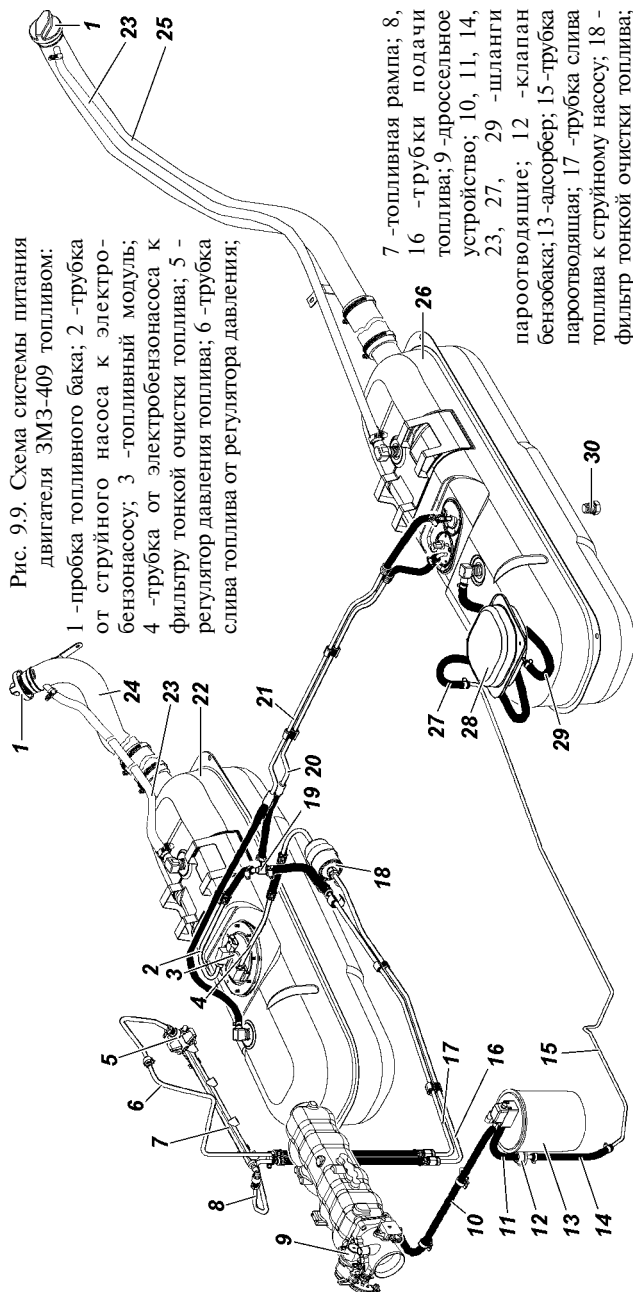
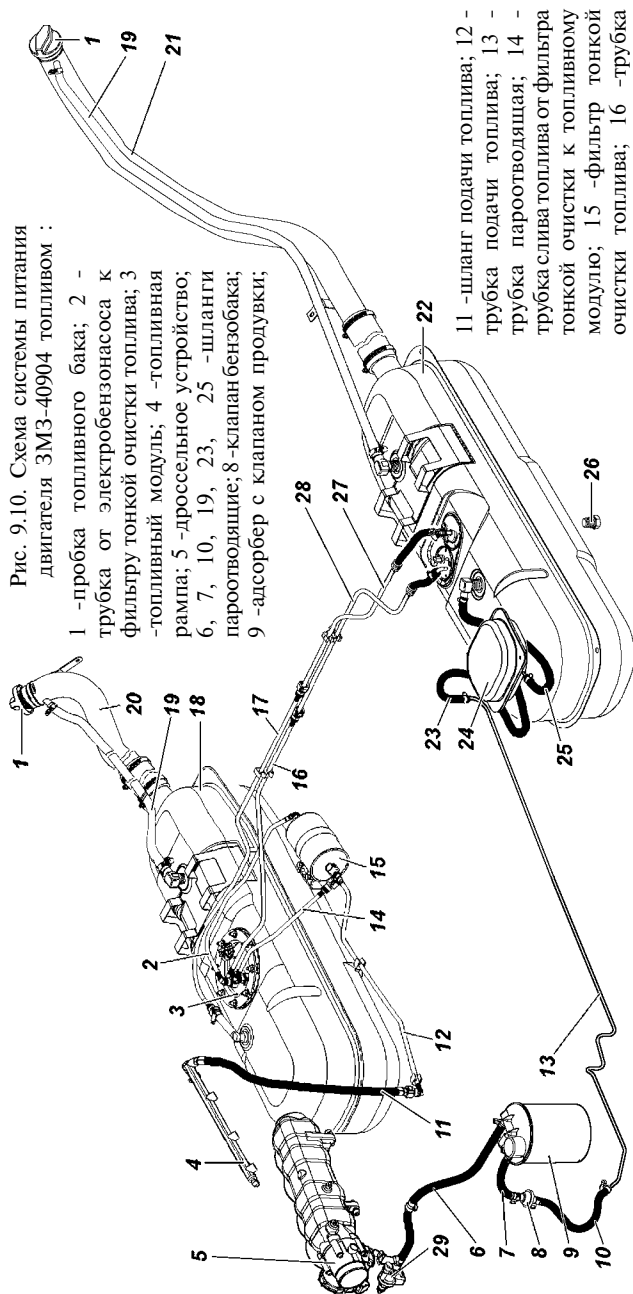

Рис. 9.9. Схема системы питания двигателя 3МЗ-409 топливом:
Рис. 9.10. Схема системы питания двигателя 3МЗ-40904 топливом :
Топливные баки 22, 26 (рис. 9.9) и 18, 22 (рис. 9.10). Обслуживание топливных баков заключается в периодической промывке фильтра топливного модуля (правый бак), промывке фильтра приемной трубки указателя уровня топлива (левый бак) и промывке самих баков.
Периодически сливайте отстой, отвернув пробку 30 (рис. 9.9) или 26 (рис. 9.10) снизу бака.
- слейте топливо, отвернув пробку 30 (рис. 9.9) или 26 (рис. 9.10);
- откройте люк в полу кузова над топливным модулем 3 или отверните болты крепления сепаратора 28 (рис. 9.9) или 24 (рис. 9.10) и выньте его, отсоедините от него шланги;
Топливный модуль 3 (рис. 9.9) погружного типа с датчиком указателя уровня топлива.
На автомобилях с двигателем ЗМЗ-40904 установлен топливный модуль 3 (рис. 9.10) погружного типа, включающий в себя электробензонасос, сетчатый фильтр, струйный насос, регулятор давления и датчик указателя уровня топлива. Установку топливных трубок производить до "щелчка" запорной пружины быстросъемного соединителя.